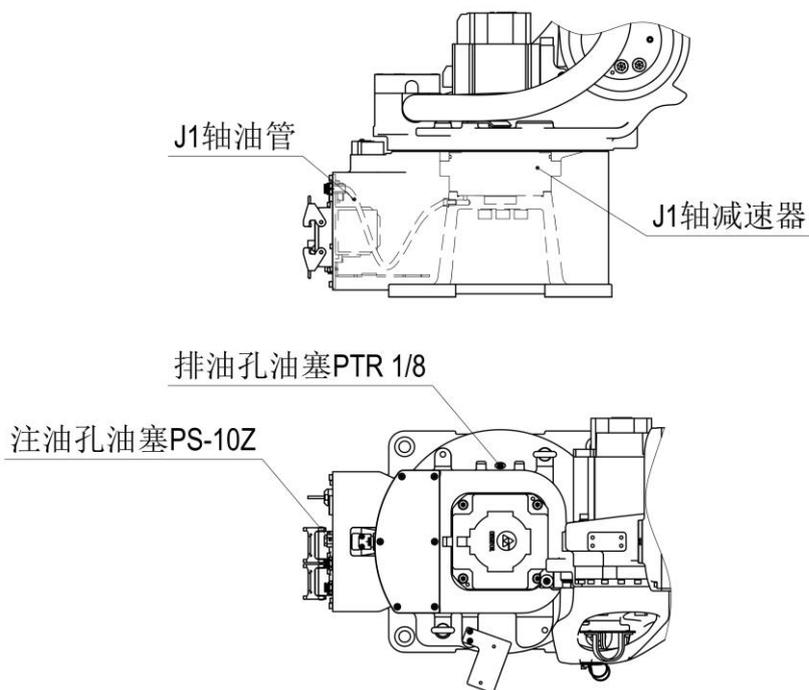

图 18 J1 轴减速器局部结构
(1) 油脂补充步骤（参考图 18）
- ③ 安装排油孔堵塞前，低速运转 J1 轴几分钟，使多余的油脂从排油孔排出；
④ 用布擦净从排油孔排出的多余的油脂，在排油孔安装堵塞。油塞的螺纹处应缠生胶带并用扳手拧紧。
(2) 油脂更换步骤（参考图 18）